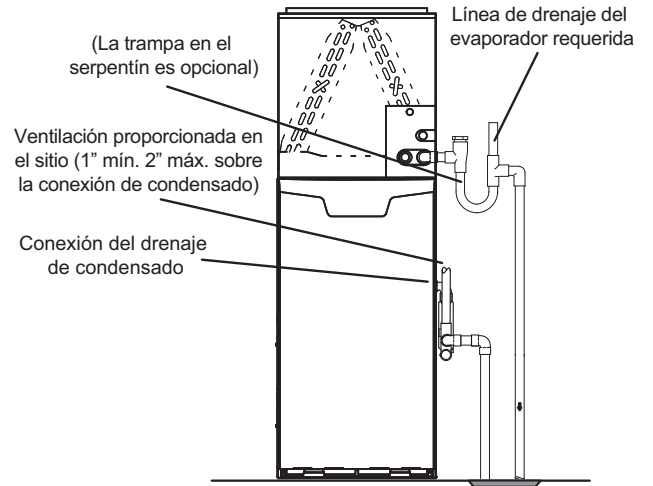
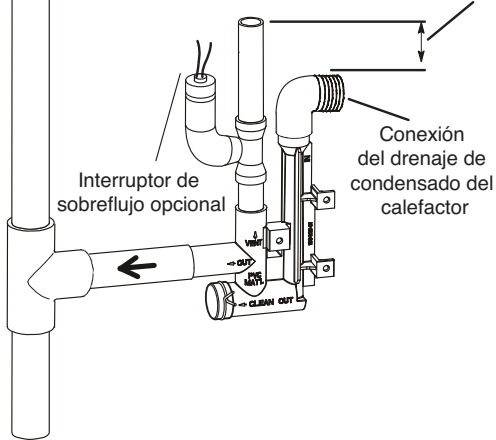
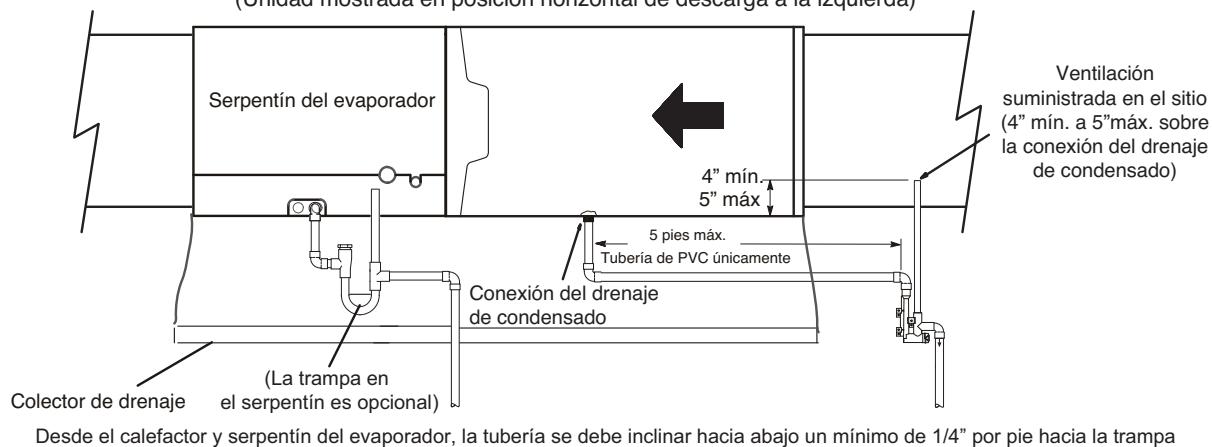
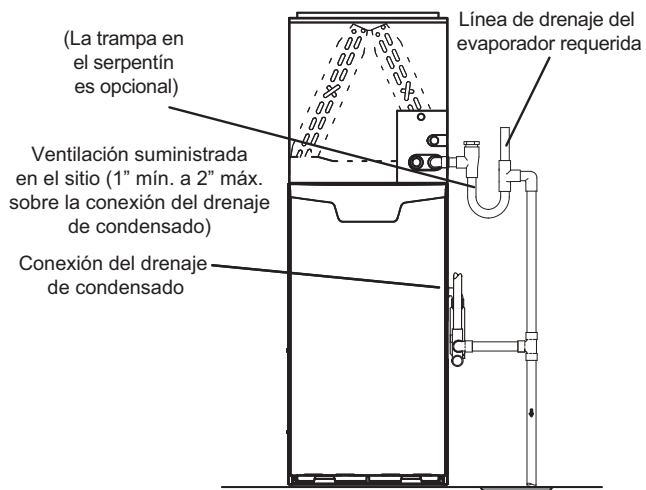

FIGURA 50
FIGURA 49
FIGURA 51
FIGURA 52
- 5 - La FIGURA 50 y la FIGURA 51 muestran el calefactor y el serpentín del evaporador usando un drenaje separado. Si es necesario, la línea de condensado del calefactor y del serpentín del evaporador se pueden drenar juntas. Ver la FIGURA 49, la FIGURA 52 (calefactor de flujo ascendente) y la FIGURA 53.
Consulte la FIGURA 50, la FIGURA 60 y la TABLA 13 para el cableado en el sitio, el diagrama esquemático de cableado y la identificación y corrección de problemas.